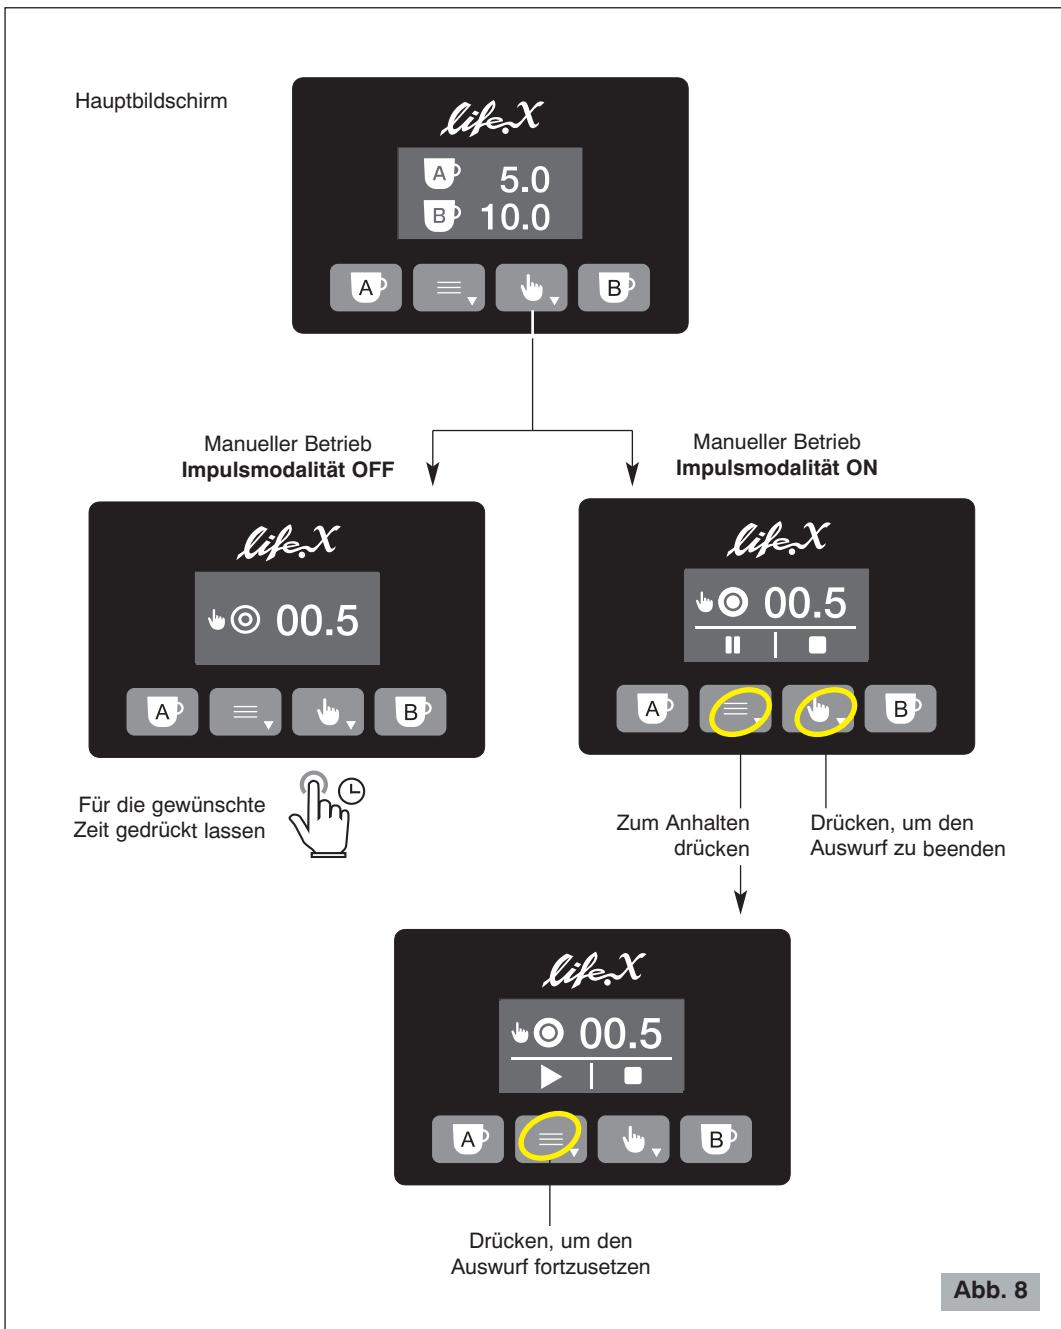

Abb. 8
### Manueller Betrieb (siehe Abb. 8)
- 6** Drücken Sie die Taste  (14 Abb. 5), um den Motor zu starten, wenn die Impulsmodalität aktiv ist (ON) und diese gedrückt lassen, wenn die Impulsmodalität deaktiviert ist (OFF) (siehe Abb. 8).
- 8** Drücken Sie neuerlich die Taste  (siehe Abb. 8), um den Motor anzuhalten (Impulsmodalität ON).